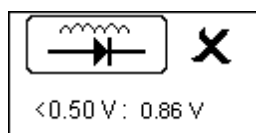

Fig.54
16. Qualora la tensione AC ripple fosse superiore ai 0.5V verrebbe mostrato da display come in Fig.54: